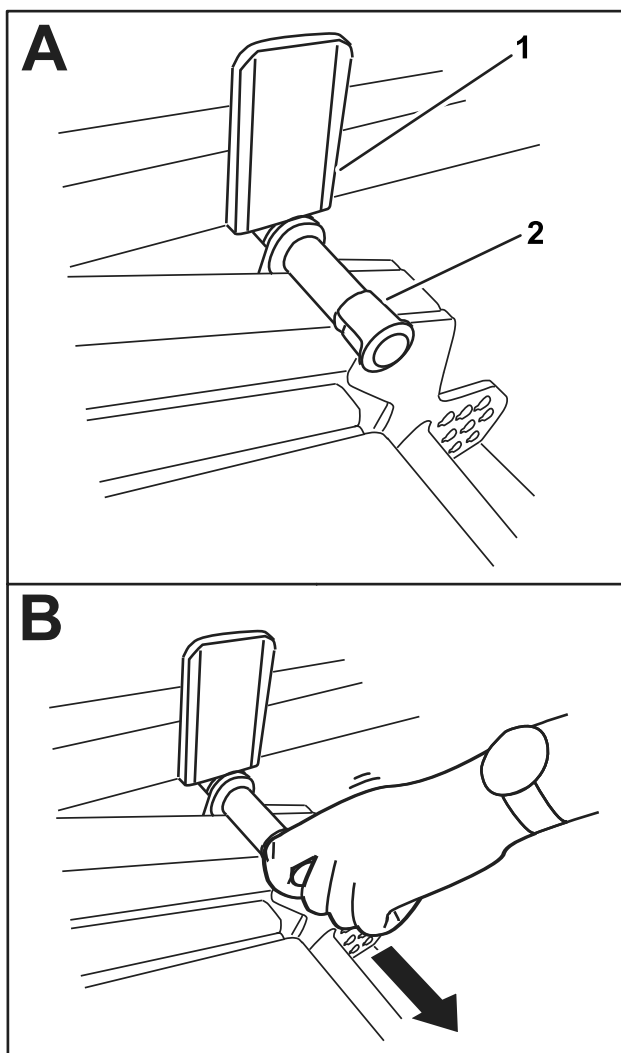

Figura 43
2. Gire la unidad de corte lentamente hacia abajo hasta que el pasador entre en contacto con la placa del brazo de elevación (A en la Figura 43).
3. Presione hacia abajo con el pie sobre la unidad de corte, luego tire hacia fuera del pasador (B en la Figura 43) para dejar que la unidad de corte se asiente en la posición de TRANSPORTE.